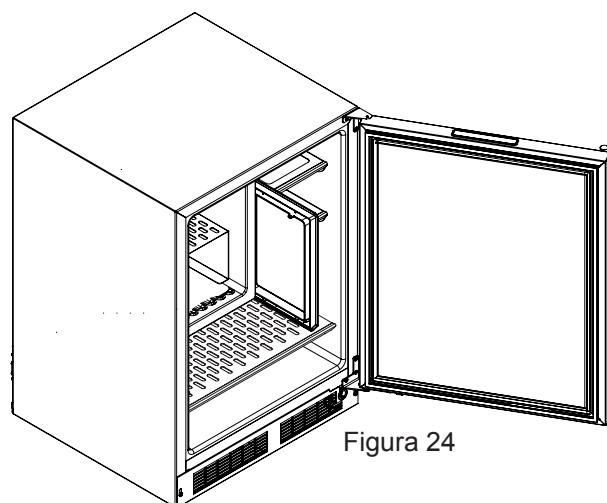

Figura 25
- (2) Estantes de vidrio de ancho mitad en voladizo, ajustables (vea la Figura 25)